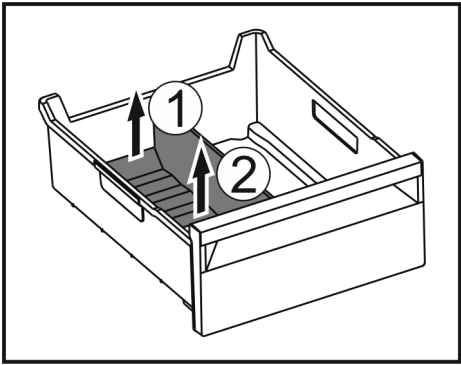

Fig. 190
- 提升冰格分隔器后部。 Fig. 190 (1)
- 向上取出冰格分隔器。 Fig. 190 (2)